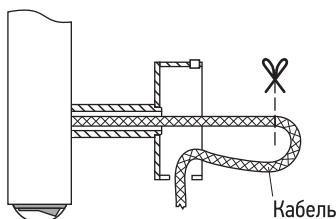

Рис. 9
- 3.8 Для подключения через скрытую проводку необходимо обрезать провод, отступив от коробки скрытого подключения примерно 50 мм, и вытащить его внутрь (рис. 9).